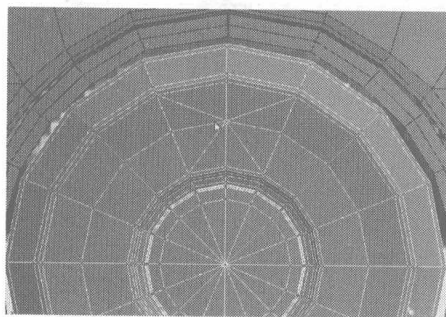
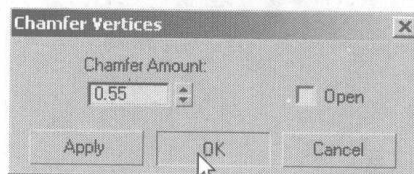

图 4.608
图 4.609
- 56** 分别添加如图 4.608 所示的细分线, 再选择添加细分线后中间的节点, 在 Edit Vertices 卷展栏中单击 **Chamfer** 右侧的小按钮, 在弹出的对话框中设置参数, 如图 4.609 所示。